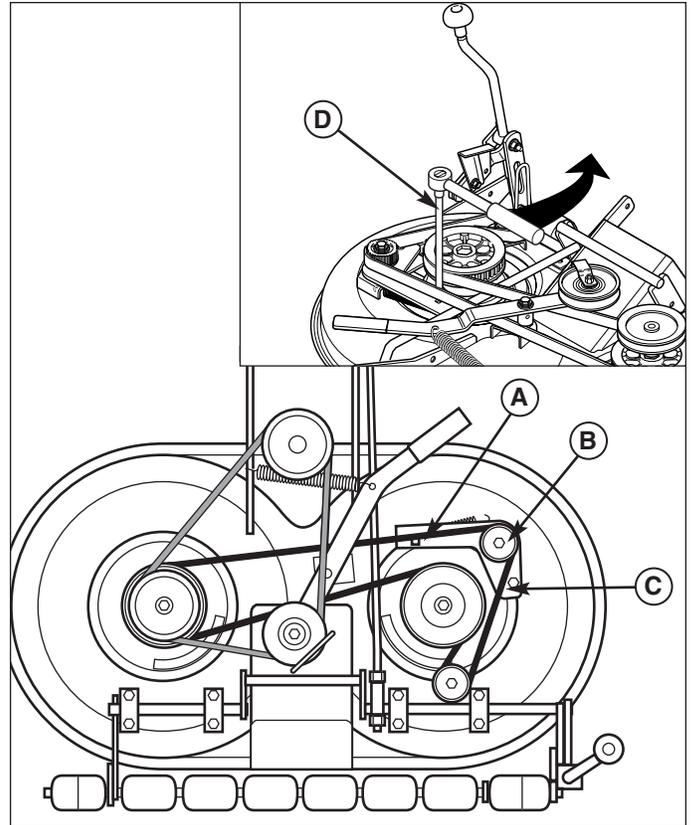

Figure 25. Tension de la courroie de la tondeuse
3. Desserrer la vis de la poulie folle (B, Figure 25).
4. À l'aide d'un levier à cliquet de 3/8 po. et d'une extension (D), déplacer la poulie folle à ressort (A) pour relâcher la tension de la courroie (C).
5. Enlever la courroie (C) et inspecter celle-ci pour voir si elle est craquelée, s'il manque des dents ou si elle est usée. Remplacer la courroie si elle est usée ou endommagée.
6. Remettre en place la courroie (C). Relâcher la poulie folle (B), laisser le ressort redonner automatiquement la tension à la courroie dentée.
7. Serrer la vis de la poulie folle (B) et remettre en place les carters de courroie.